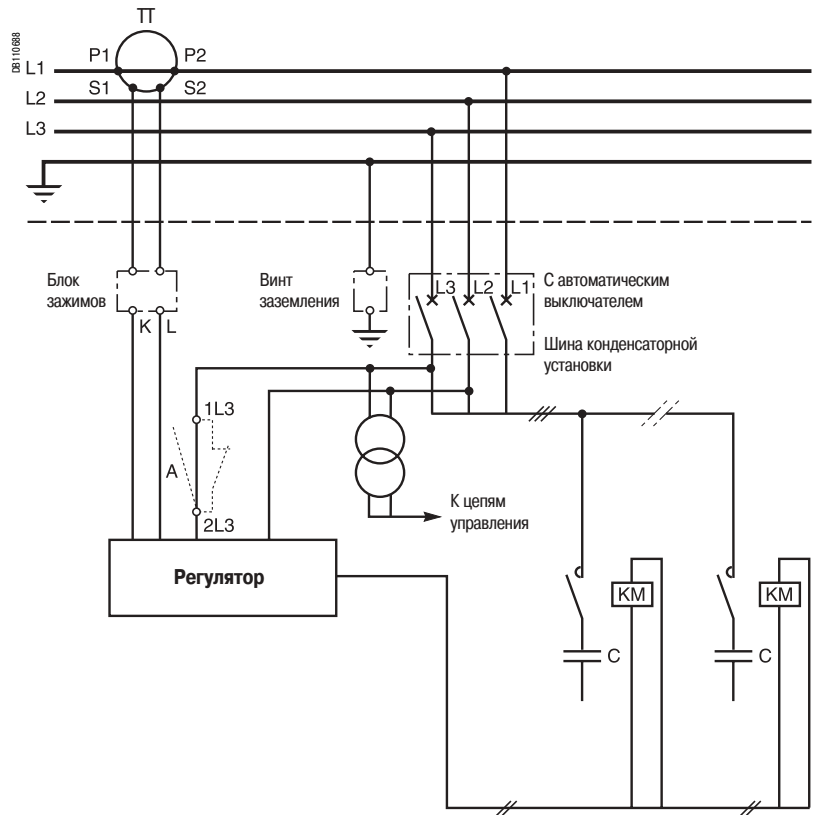
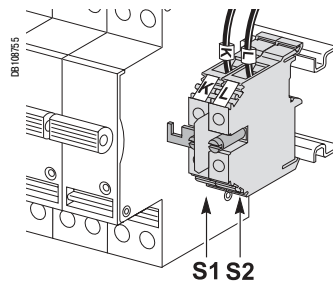

Рис. 1. Электрическая схема шкафов Varsat Classic и Comfort
Рис. 15. Подключение ТТ к блоку зажимов
Электрические соединения следует выполнять согласно схемам (стр. 3, рис. 1 и 2).
- Подключите кабели от ТТ к блоку винтовых зажимов: S1 - зажиму K, S2 – к зажиму L (см. рис. 15 и схемы на рис. 1 и 2).